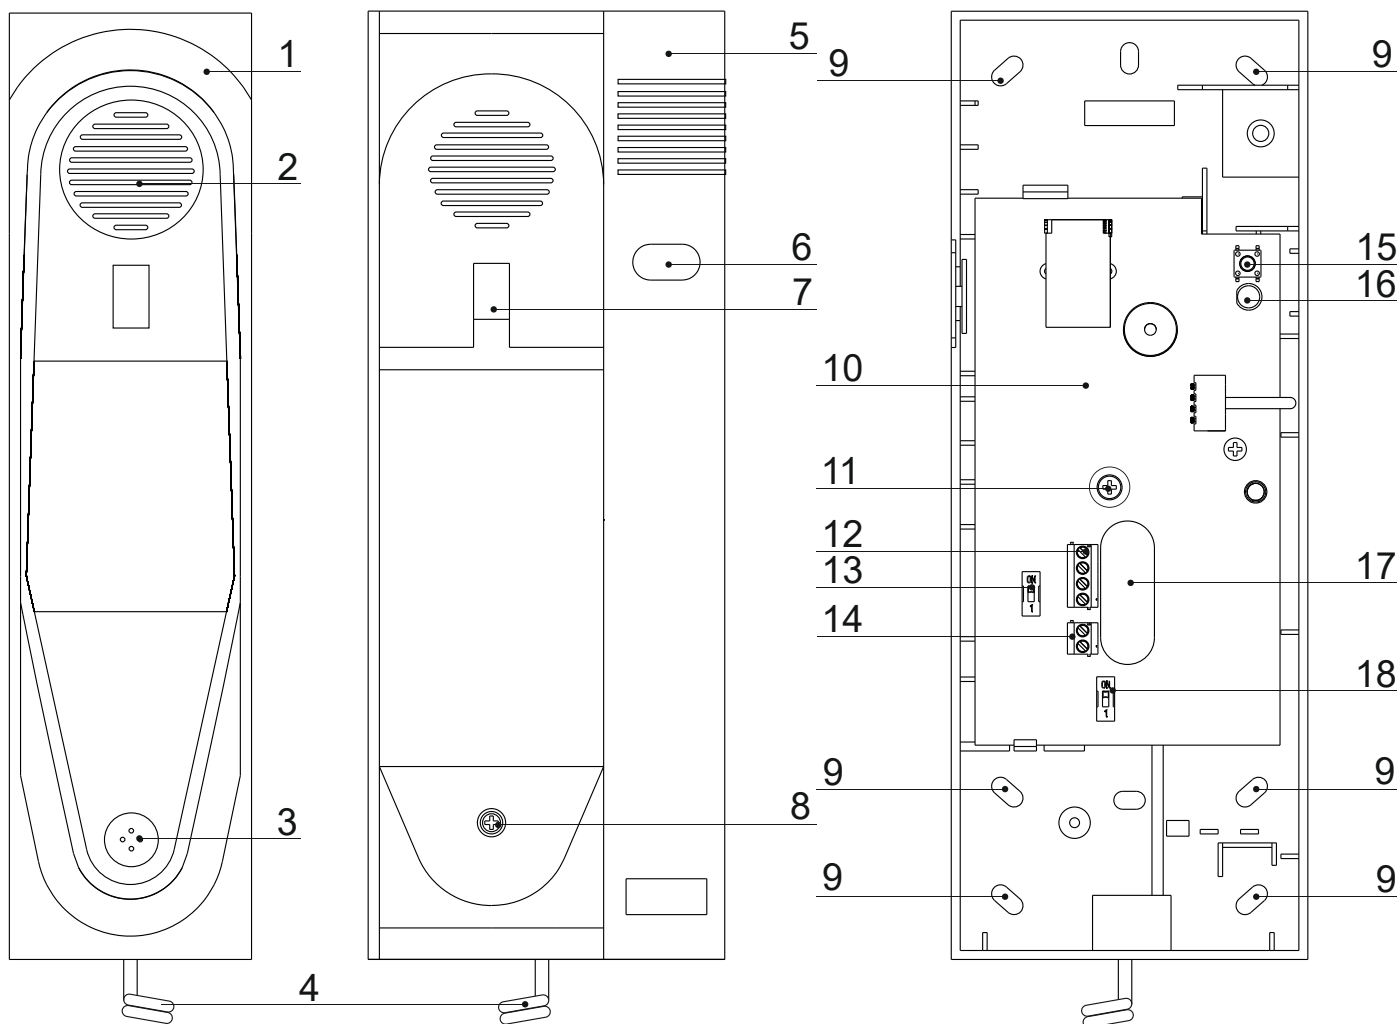

Рис. 1. Внешний вид АБУ. Вид на АБУ со снятой передней панелью.
1). Распакуйте АВУ. Проверьте АВУ на отсутствие механических повреждений. Отвинтите винт крепления передней панели АВУ (рис. 1 поз. 8.). Осторожно отделите переднюю панель корпуса (помимо винта, панель удерживается пластиковыми защелками, расположенными с правой стороны и сверху).
2). Подготовьте на стене место для установки АВУ, разметьте и просверлите установочные отверстия. (для установки на стену предназначены отверстия, показанные на рис. 1 поз. 9.).
3). Подведите линии связи к месту установки АВУ. Обратите внимание, что отверстие на корпусе АВУ, предназначенное для линий связи, расположено на задней панели АВУ (см. рис. 1 поз. 17).
5). Зачистите кабель линии связи на необходимую длину. Скрутите экранирующую оплетку и подключите ее под винт рис. 1 поз. 11.
6). Подключите к разъему XS1 (рис. 1, поз. 12) линию питания и связи с ЛБС и другими АВУ системы. При наличии на одной линии нескольких АВУ, они подключаются к линии связи с ЛБС последовательно, соединений типа «звезда» на одной линии не допускается. Схема подключения указана в приложении 1.
7). Включите согласующие резисторы у последних АВУ в каждой линии связи с ЛБС. Для включения резистора переведите переключатель SA1 (рис. 1, поз. 13) в положение «ON». Переключатель должен быть включен только у одного, последнего АВУ в каждой линии, у остальных АВУ он должен быть выключен.
8). Проконтролируйте положение переключателя SA2 (рис. 1, поз. 18), отвечающего за сброс адреса АВУ. Для нормальной работы АВУ он должен быть выключен.
9). Подключите к разъему XS2 (рис. 1, поз. 14) светозвуковое табло. Схема подключения приведена в приложении 2.
10). Аккуратно уложите провода линий связи внутри корпуса АВУ. Запрограммируйте АВУ в систему. Для программирования воспользуйтесь индикатором и кнопкой рис. 1 поз. 15 и 16.
11). Установите переднюю панель на АВУ, защелкните защелки корпуса и закрутите винт рис. 1 поз. 8.
5.1. Вызов с АВУ диспетчера: Для вызова диспетчера снимите трубку, нажмите на АВУ кнопку вызова (рис. 1 поз. 6). При этом на пульт диспетчера передается сигнал вызова, под кнопкой АВУ начинает мигать индикаторы вызова и раздается прерывистый звуковой сигнал. Кроме этого включится подключенное к АВУ светозвуковое табло.
При входящем вызове диспетчера на АВУ, под кнопкой мигает индикатор вызова и раздается прерывистый звуковой сигнал. Для ответа необходимо снять трубку и нажать кнопку вызова / ответа рис. 1 поз. 6. При ответе загорается индикатор АВУ, звук вызова прекращается (зуммер). Можно говорить и слушать диспетчера. При ответе на вызов диспетчера ИСТ не включается.
При изменении конфигурации системы или установке в систему ранее использованного АВУ, необходимо выполнить сброс его адреса на заводской (по умолчанию). После сброса адреса возможно запрограммировать АВУ в систему. Для смены адреса на заводской необходимо: выключить питание ЛБС, к которому подключено АВУ; включить на плате АВУ переключатель SA2 (рис. 1 поз. 18), после этого включить ЛБС (подать питание на АВУ). Адрес АВУ будет заменен на заводской. После этого переключатель SA2 необходимо выключить, а затем запрограммировать АВУ в систему.